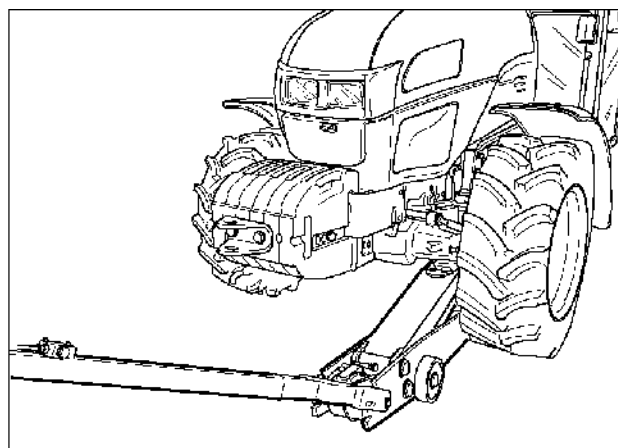

Рис. 6-1
- Для снятия переднего колеса установите домкрат подходящей грузоподъемности под передней осью рядом со снимаемым колесом (рис. 6-1).